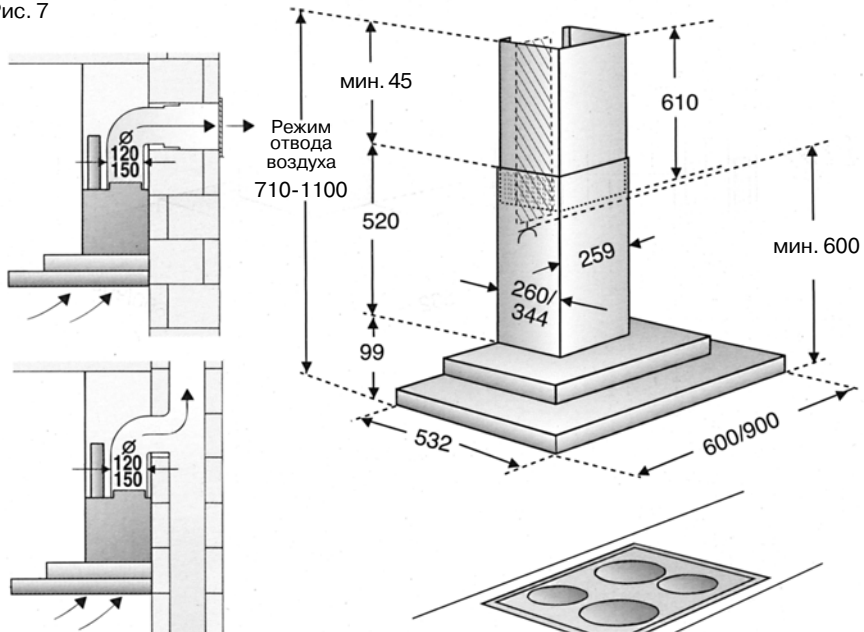

Рис. 9
- ❑ Вставьте переходник для сужения канала в отверстие для вытяжки воздуха, просверлите 2 отверстия диаметром 3 мм и затем привинтите переходник. Рис. 9